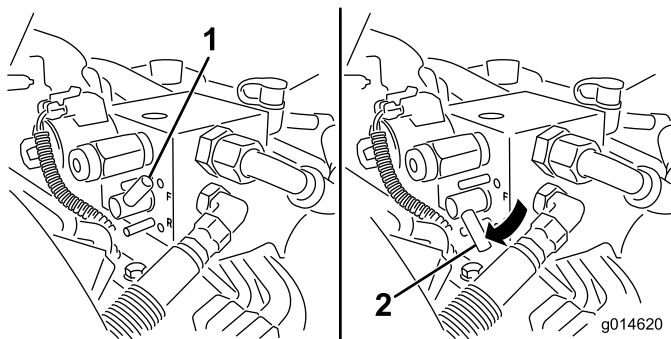

Figure 52
5. Tournez le levier de rodage à la position rotation arrière (R) (Figure 52).